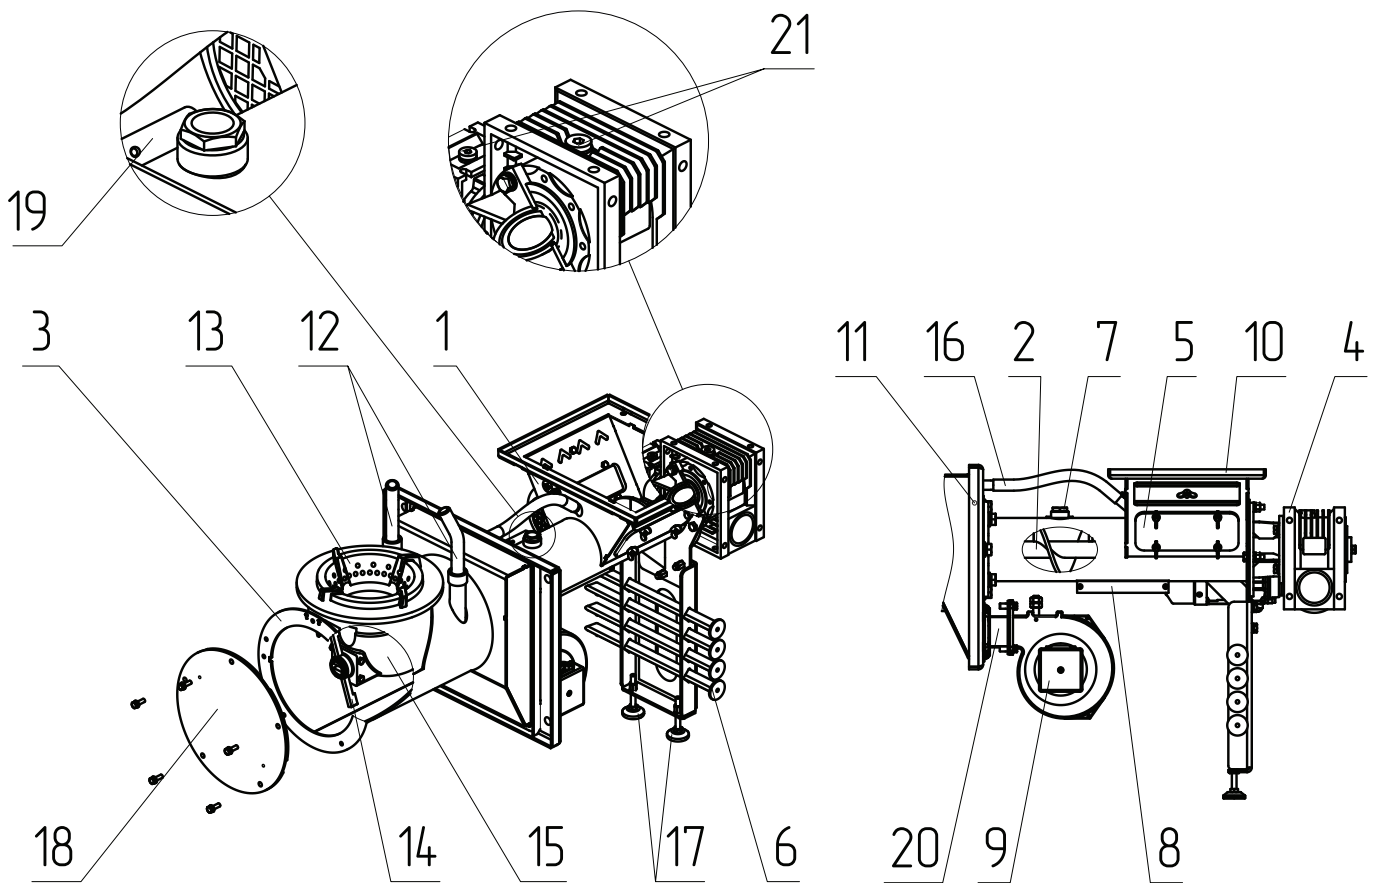

Рис.3 Конструкция механизм подачи топлива с горелкой котла
Для удобного обслуживания механизма подачи на его корпусе предусмотрен узел стоп уголь (**Рис.3, поз.6**) и прочистной лючок (**Рис.3, поз.5**) с помощью которых можно заблокировать подачу топлива из топливного бункера в механизм подачи и очистить механизм от посторонних предметов, создающих препятствие для его надлежащей работы.
1. Соедините горелку с теплообменником котла (**Рис.1, поз.1**) соединив фланец горелки (**Рис.3, поз.11**) с окном для установки горелки (**Рис.2, поз.6**);
2. Выставьте ее по уровню с помощью регулируемой опоры (**Рис.3, поз.17**);
7. Установите сапуны на мотор-редуктор взамен пробок заливных (**Рис.3 поз.21**).